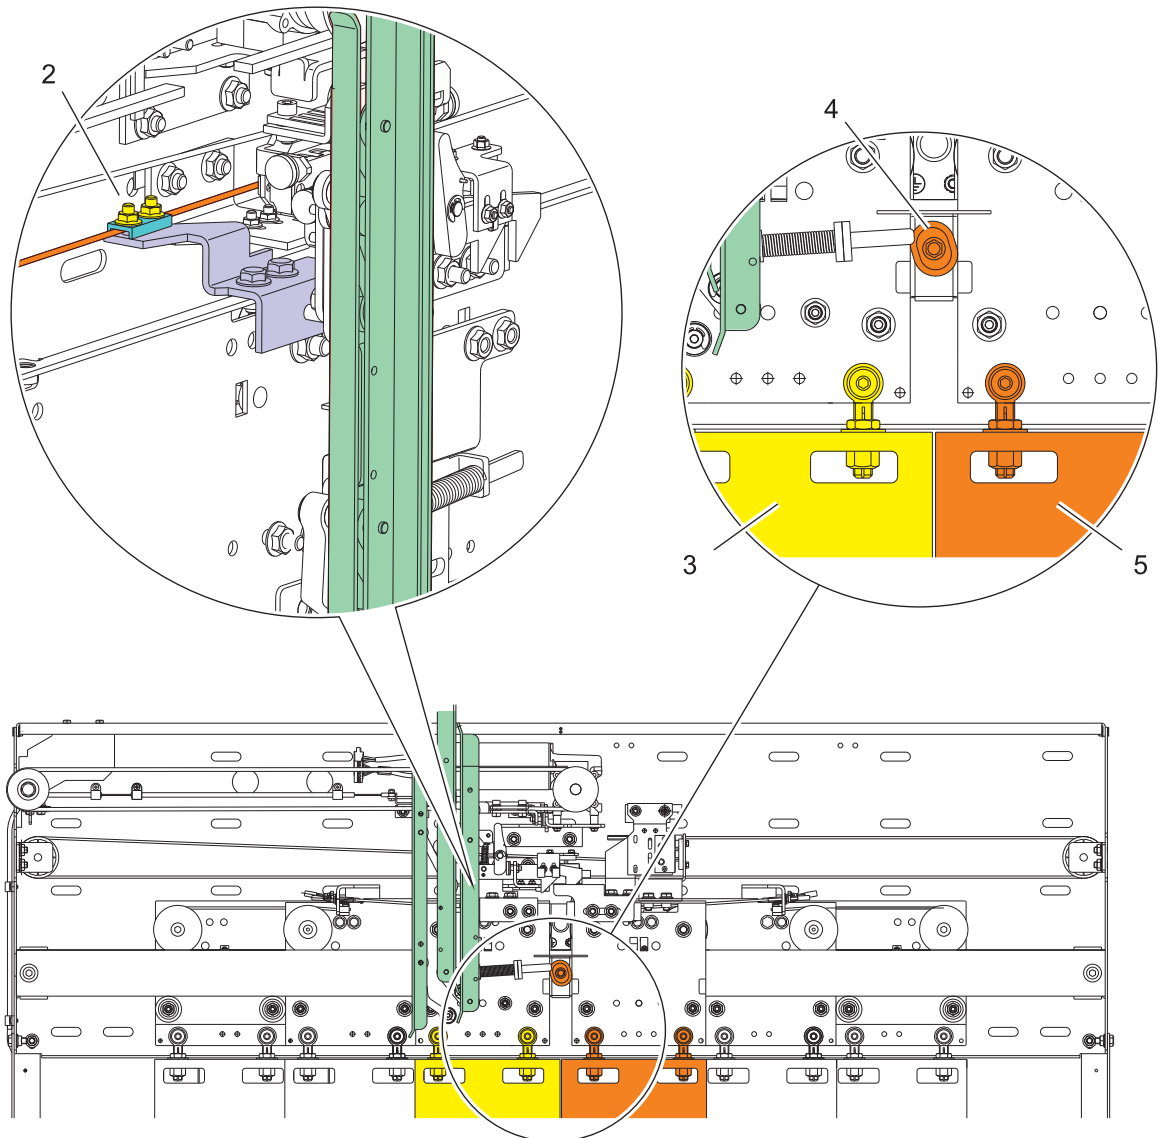

Abb. 32
- Sicherstellen, dass der Türspalt (Y) zwischen den Schiebetüren (1) und (2) 2 mm beträgt, ggf. durch Drehen des Anschlagpuffers (4) einstellen. Sollte das nicht möglich sein, beide Seilklappen (3, Abb. 32) lösen, Türblatt (1) entsprechend positionieren und Seilklappen wieder festziehen